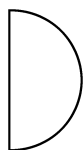

图 3-15 绘制直线 1
2) 在菜单中选择【绘图】→【直线】命令，绘制经过圆弧两个端点的直线，效果如图 3-15 所示。